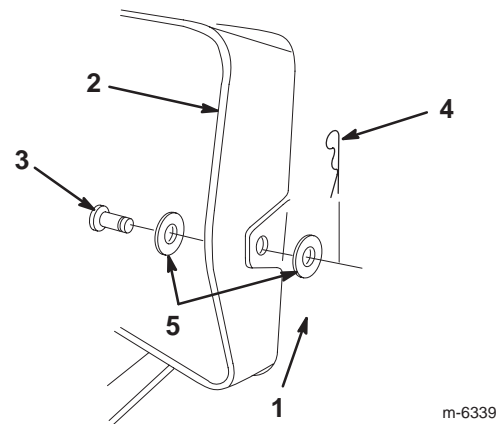

Bild 13
6. Heben Sie das Heckfangsystem an, entfernen Sie den Splint, die zwei Scheiben und den Lastösenbolzen, mit denen das Auswurfrohr an der hinteren Platte befestigt ist (Bild 13).
15. Heben Sie das Heckfangsystem an und setzen Sie den Splint, die zwei Scheiben und den Lastösenbolzen ein, um das Auswurfrohr an der hinteren Platte zu befestigen (Bild 13).
6. Heben Sie das Heckfangsystem an und entfernen Sie den Splint und den Lastösenbolzen, mit denen das Auswurfrohr an der hinteren Platte befestigt ist (Bild 13).
12. Heben Sie das Heckfangsystem an und setzen Sie den Splint und den Lastösenbolzen ein, um das Auswurfrohr an der hinteren Platte zu befestigen (Bild 13).